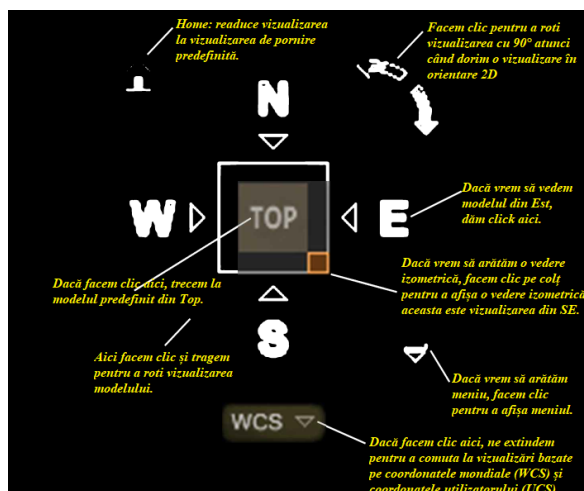
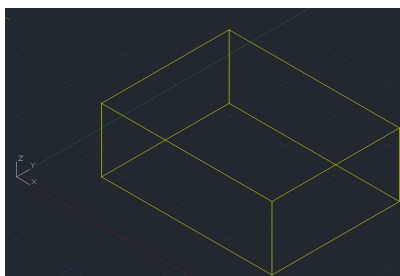

Figura 10.6. ViewCube detalii.
Figura 10.7. Vizualizare SE.
În această etapă ar trebui să privim direct în jos pe axa Z, arătând cubul central de sus, astfel încât să apară ca un pătrat etichetat „Top”. În Figura 10.6 putem vedea ViewCube mărit, cu caracteristicile sale identificate.
După cum putem vedea în Figura 10.6, facem clic și glisăm cursorul în interiorul cercului pentru a roti vizualizarea, observăm că vederea se rotește în jurul punctului de pivotare afișat pe ecran, apoi facem clic pe: TOP din ViewCube, vizualizarea revine pentru a afișa o vedere de sus cu axa X aliniată orizontal, iar dacă facem clic pe: colțul din dreapta jos (SE) al ViewCube direcția de vizualizare se schimbă așa cum se arată în Figura 10.7.